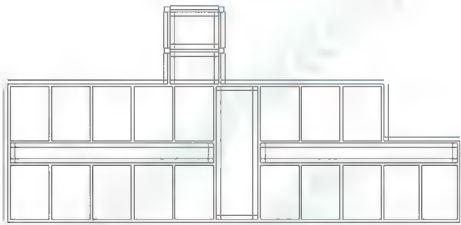

图 5.4 偏移基础墙
(1) 启动【偏移】命令（快捷键 O），参照基础平面图（附图 2.4）中的尺寸标注偏移基础墙，结果如图 5.4 所示。